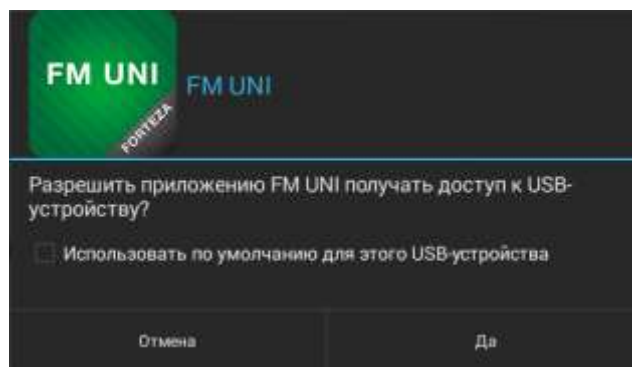

Рисунок 2.26
2.3.7.4.6 Нажать кнопку «Подключиться», после чего всплывет разрешение на доступ к USB устройству (рисунок 2.26).